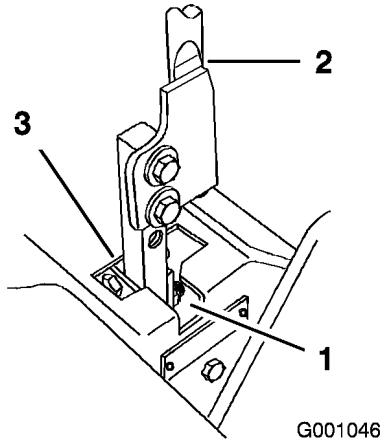

Figura 68
5. Mettete la leva in folle **senza bloccarla** (Figura 68).
tocca l'estremità dell'intaglio (inizia a premere sulla molla) (Figura 68).
- Controllate dove si trova la leva di controllo rispetto all'intaglio nella consolle (Figura 68). Dovrebbe trovarsi al centro per poter girare verso l'esterno in posizione di folle bloccata.